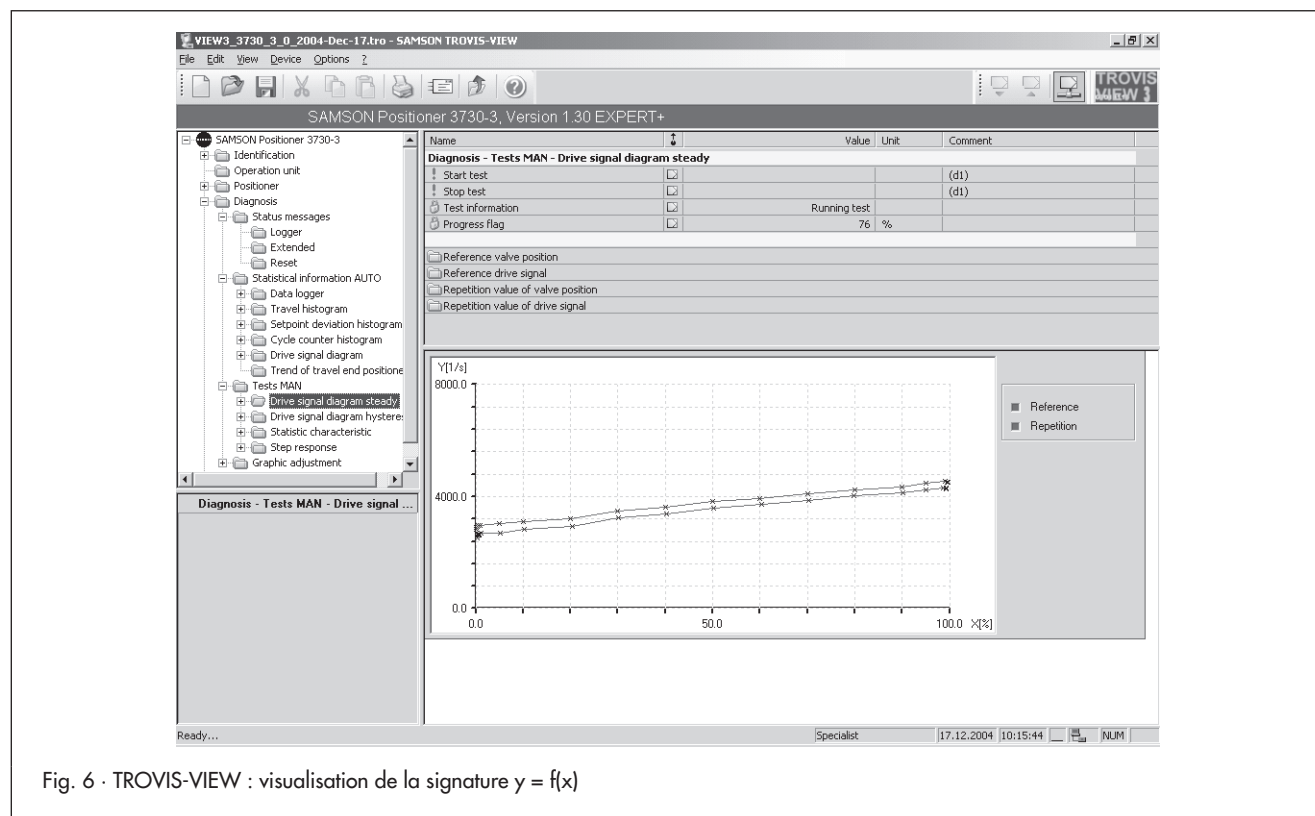

Fig. 6 · TROVIS-VIEW : visualisation de la signature $y = f(x)$
2.2.1 Signature de vanne $y = f(x)$ (fig. 6)